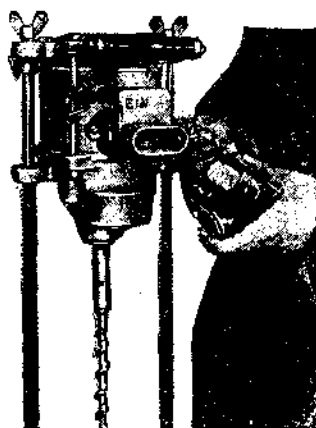

Рис. 58. Включение дрели.
1. Развертывание рабочего места: а) выемка из ящика б) развертывание кабеля в) сборка частей электро-сверлилки г) включение кабеля в сеть 2. Подготовка инструмента к работе: а) подбор сверла по размеру дыры б) вставка сверла	Сверловщик подносит ящик с инструментом к рабочему месту, открывает крышку и вынимает кабель с инструментом из ящика. Делает наружный осмотр инструмента и убеждается в целостности всех частей механизма. Считаясь с характером производства работ и местными условиями, развертывать кабель с катушки. При этом не допускает: а) петления, скручивания кабеля; б) прокладывание кабеля через проезды пути и места складывания материала; в) попадания кабеля в воду (см. рис. 43). Свинчивает барашки со стоек направляющего механизма, удерживая рукой пружины от соскакивания со стоек. Надевает корпус инструмента на стойки, продевая их через боковые проушины корпуса. При продевании стоек через правую верхнюю проушину предварительно надевает ограничительное кольцо. Берет в правую руку штепсельную вилку и вставляет ее в штепсельную розетку токоподводящего кабеля. Определяет диаметр сверла и выбирает его из числа имеющихся соответственного диаметра. Левой рукой вставляет сверло конусной частью плотно в патрон и, придерживая сверло, крепит отверткой стопорный винт доотказа (рис. 58).